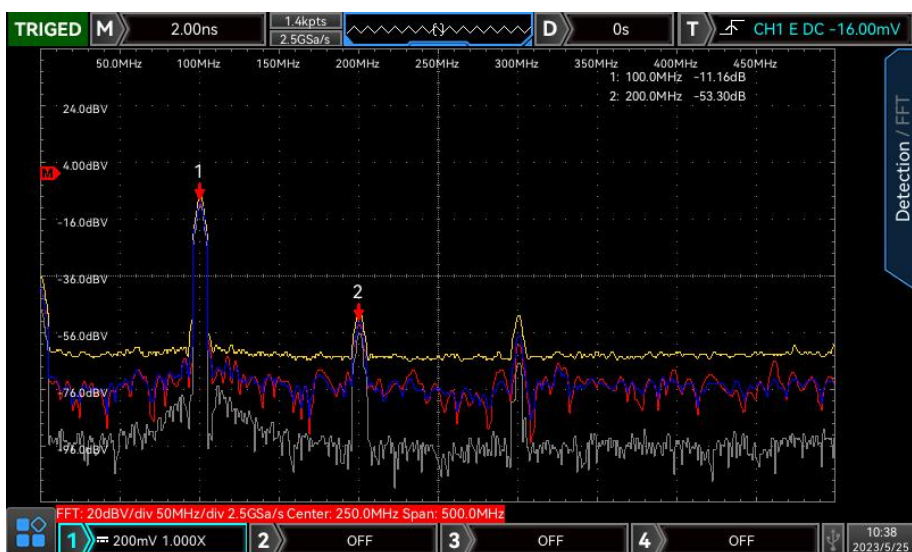

图 15-2
- 独立: 只显示 FFT 波形, 可以更清晰的观察屏谱波形, 如下图 15-2 所示。